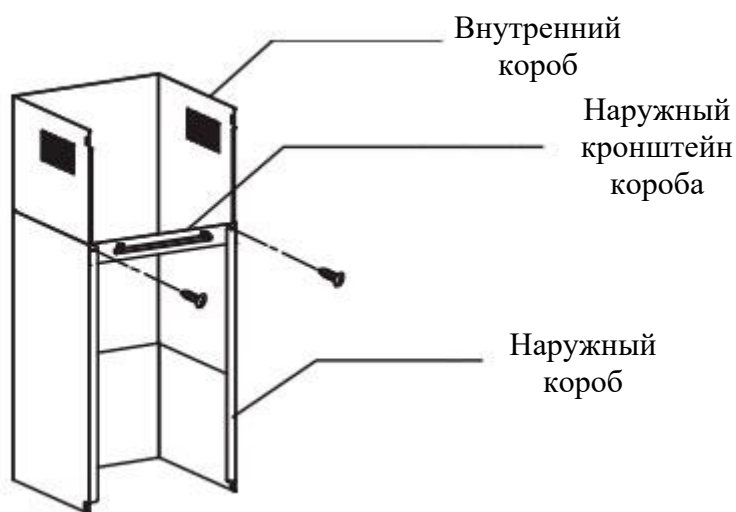

Рис. 4
- Установите наружный кронштейн короба на наружный короб с помощью 2 винтов ST4 * 8 мм, убедитесь, что внутренний короб можно свободно сдвигать внутрь. Смотрите Рис. 4.